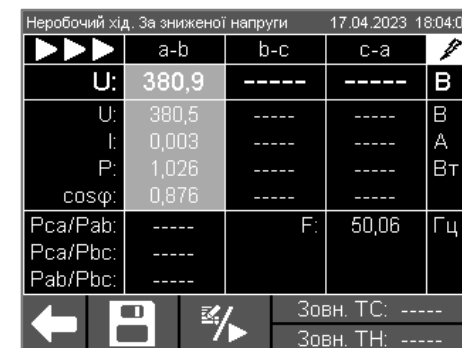

Рисунок 6.19
7) **Переконатись, що на схему не подана напруга збудження.** Зібрати схему другого етапу досліду НХ аналогічно представленій на рисунку 6.16, подаючи напругу збудження як міжфазну «b – c» при короткозамкненій фазі «a». У вікні програми (рисунок 6.19) перейти до стовчика «b – c», як показано на рисунку 6.20.